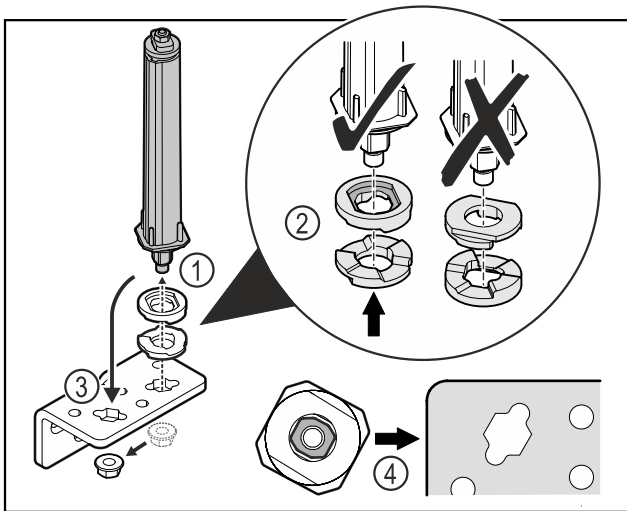

Fig. 50
- ▶ Dévisser l'écrou et retirer le système de fermeture de porte Fig. 50 (1).
- ▶ Veiller à ce que les rondelles de réglage de la hauteur soient correctement orientées Fig. 50 (2).
- ▶ Mettre le système de fermeture de la porte dans l'autre trou de l'équerre de charnière et le fixer avec l'écrou Fig. 50 (3).
- ▶ Lors de la mise en place, veiller à bien orienter le système de fermeture de porte Fig. 50 (4).